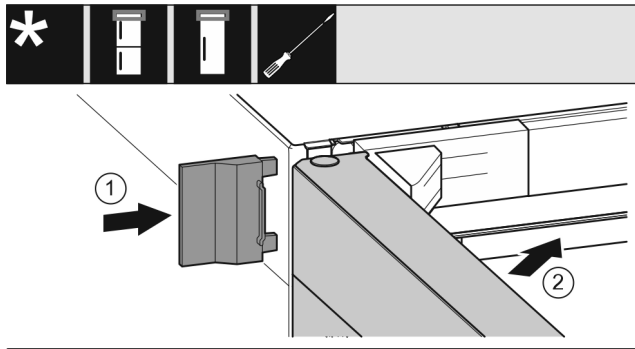

Fig. 34
- ▶ Potisnite zunanji pokrov gor. Fig. 34 (1)
- ▶ Zaprite zgornja vrata. Fig. 34 (2)